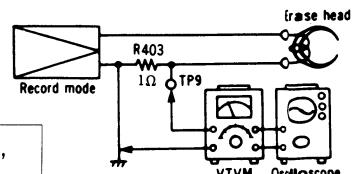

Fig. 19
G Löschstrom Bedingung: * Aufnahme  Meßgerät: * Röhrenvoltmeter * Oszilloskop	<ol style="list-style-type: none"> <li>1. Den Meßaufbau zeigt Fig. 19</li> <li>2. Spannung am Röhrenvoltmeter mäß folgender Formel berechnen  <math display="block">\text{Löschstrom (A)} = \frac{\text{Spannung über dem Schmitt}}{1 \text{ (Ohm)}}</math> </li> <li>3. Falls der gemessene Wert nicht den VR abgleichen.            Metal position...VR407, CrO2 position ...VR405, Normal position...VR406</li> </ol> <p>Größe: Größer Größe: Größer Größe: Größer</p>
G Erase current Condition: * Record mode Equipment: * VTVM * Oscilloscope	<p>1. Test equipment connection is shown in fig. 19.      2. Read voltage on VTVM and calculate erase current by following formula:</p> $\text{Erase current (A)} = \frac{\text{Value read on VTVM (V)}}{1 (Ω)}$ <p>Standard value: More than 95mA (Metal position), More than 68mA (CrO2 position), More than 55mA (Fe-Cr position), More than 45mA (Normal position)</p> <p>3. If measured value is not standard, adjust the following VR.      Metal position ..... VR407, CrO2 position ..... VR406, Fe-Cr position ..... VR405, Normal position ..... VR404</p>